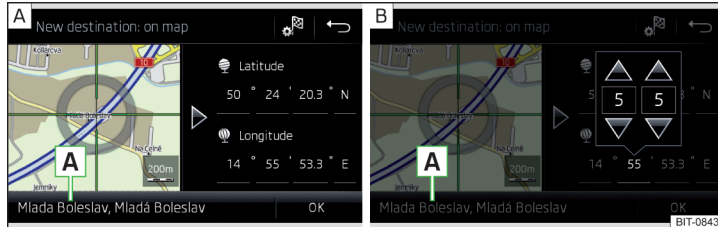

Abb. 214 Ziel eingeben: über den Kartenpunkt / mithilfe von GPS-Koordinaten
- › Durch Bildschirmberührung das gewünschte Ziel in das Fadenkreuz verschieben » Abb. 214 - **A**.
- › Die Werte der GPS-Koordinate nacheinander antippen und einstellen » Abb. 214 - **B**.
Sind in den Navigationsdaten des Infotainments Informationen zum eingegebenen Punkt verfügbar, dann werden diese statt der GPS-Koordinaten angezeigt (bspw. Adresse **A** » Abb. 214).